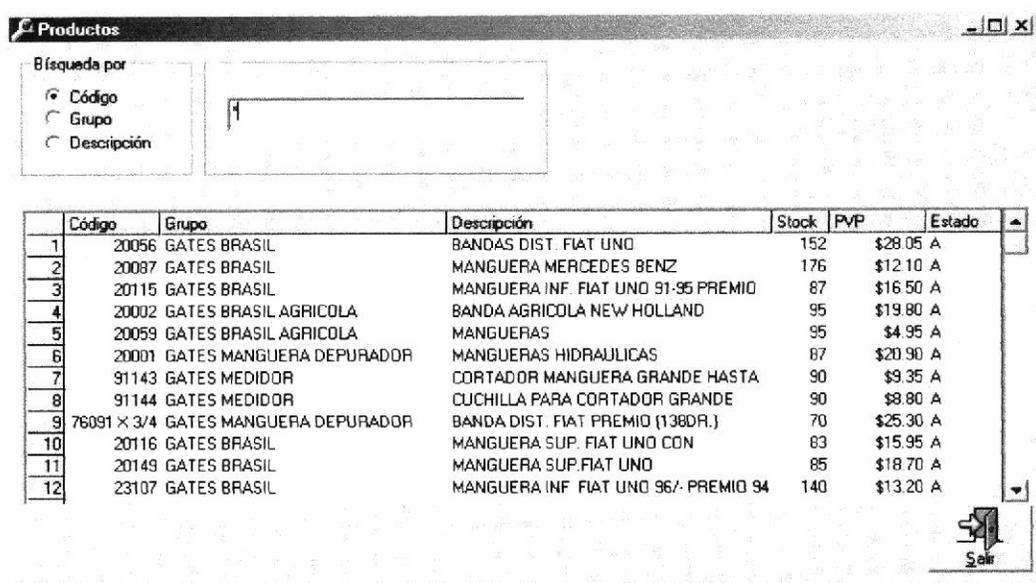

Figura 8.3 Consulta de productos.
- Si ingresa incorrectamente el código del producto también se mostrará la ventana de la figura 8.3